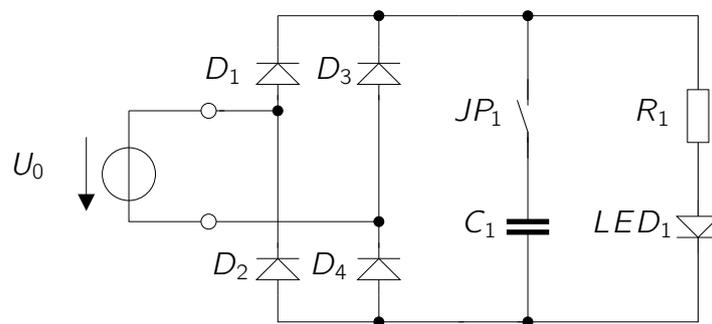

Abbildung 4.1: Schaltung.
Im Folgenden wird die Schaltung in Abbildung 4.1 betrachtet. Die vier Dioden  $D_1$  bis  $D_4$  bilden einen sogenannten Brückengleichrichter, dieser erzeugt aus einer Wechselspannung am Eingang eine pulsierende Gleichspannung am Ausgang. Der Kondensator  $C_1$  dient zur Glättung dieser Spannung und kann über  $JP_1$  zugeschaltet werden.  $LED_1$  und  $R_1$  bilden zusammen die Last.
2. Überlegen Sie sich ein Layout für die Schaltung nach Abbildung 4.1 und bauen Sie die Schaltung auf.